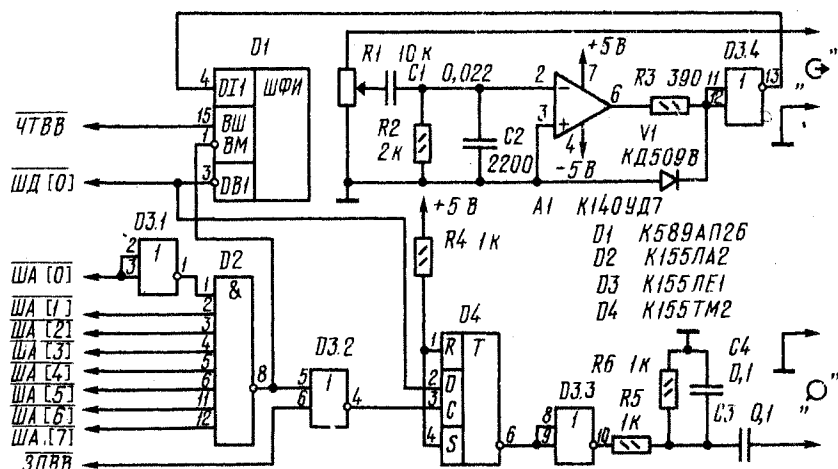

Рис. 3
На рис. 3 приведена принципиальная электрическая схема блока сопряжения кассетного магнитофона с микро-ЭВМ. Шинный формирователь D1 связывает блок с младшим разрядом шины данных ШД [0]. На элементах D2 и D3.1 собран дешифратор адреса устройства. При наличии на младших восьми разрядах шины адресов адреса 01H он формирует низкий уровень на входе «выбор модуля» (BM) микросхемы D1, разрешая тем самым работу шинного формирователя. На вход ВШ шинного формирователя поступает сигнал ЧТВВ с шины управления микро-ЭВМ. Если на входе ВШ низкий уровень, то информация со входа D11 поступает на линию ШД[0] шины данных.